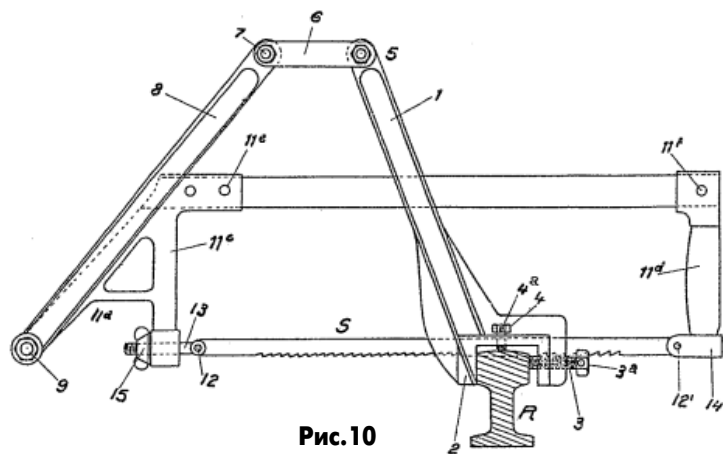

Рис.10
**Портативная ножовка для резки рельс** описана в патенте Великобритании 348456 (1931 г.). К головке рельса R (рис.10) с помощью винтов 3 и 4 крепят захват 2, образующий единое целое с планкой 1. Имеются также планки 6 и 8, связанные между собой через шарниры 5 и 7. Собственно ножовка крепится к планке 8 через шарнир 9, который имеет достаточно большую толщину, чтобы полотно ножовки отвести в сторону от захвата 2. За счет шарниров ножовка может свободно перемещаться влево и вправо и распиливать рельс.